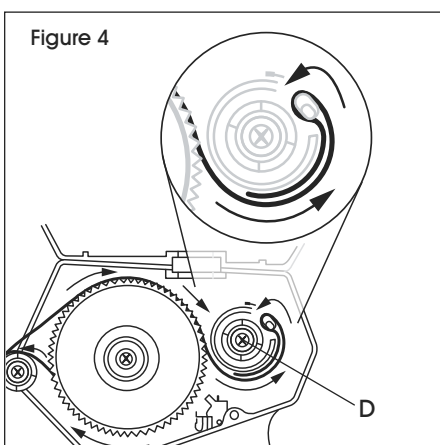

Figure 4
4. Relâchez la détente et faites tourner le moyeu de rebobinage (D) en sens antihoraire pour tendre la doublure. Réfermez le couvercle. (Voir Figure 4)